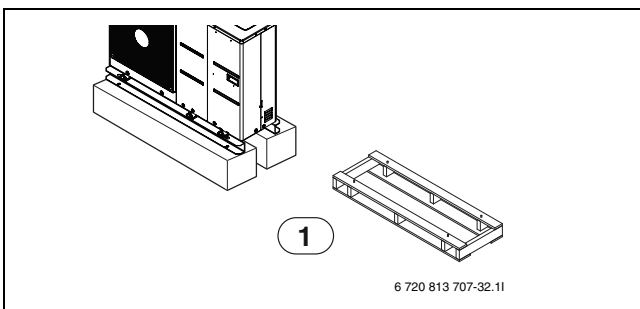

Рис. 8
- Снимите палету (деревянную опору) (→ рис. 8) с нижней стороны базового поддона перед фиксацией болта. Ее использование может привести к тому, что положение блока станет неустойчивым, а также к замерзанию теплообменника, результатом чего является нештатный режим эксплуатации устройства.
- Снимите палету (деревянную опору) (→ рис. 8) с нижней стороны блока перед сваркой. Если не удалить палету (деревянную опору), существует опасность возгорания во время сварки.